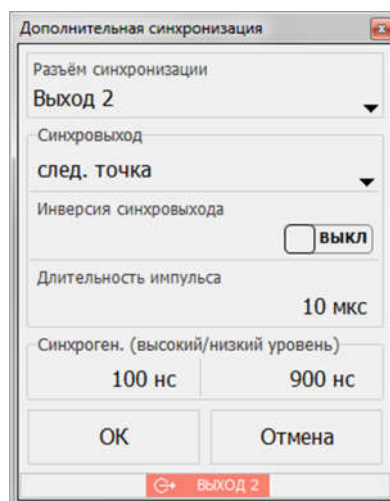

Рисунок 2.70 – Окно «Дополнительная синхронизация»
- «Дополнительно...» – кнопка открытия окна с настройками для основного выходного разъема²⁾ «Выход 1» и дополнительных выходных разъемов синхронизации³⁾ (рисунок 2.70)⁴⁾.